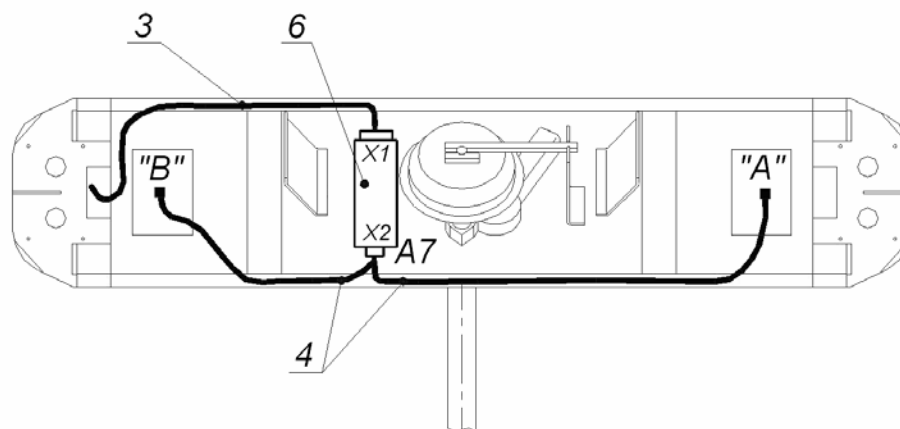

Рисунок 11. Схема прокладки кабелей в стойке турникета:
5.11.2 В случае несанкционированного прохода через турникет сигнал *Ready* формируется следующим образом. При повороте преграждающих планок на 8° срабатывает один из оптических датчиков поворота преграждающих планок (см. рис. 11) и размыкаются выходные контакты *Ready* и *Common* (начало сигнала). При возвращении преграждающих планок в исходное положение происходит нормализация обоих указанных оптических датчиков и замыкание выходных контактов *Ready* и *Common* (окончание сигнала).